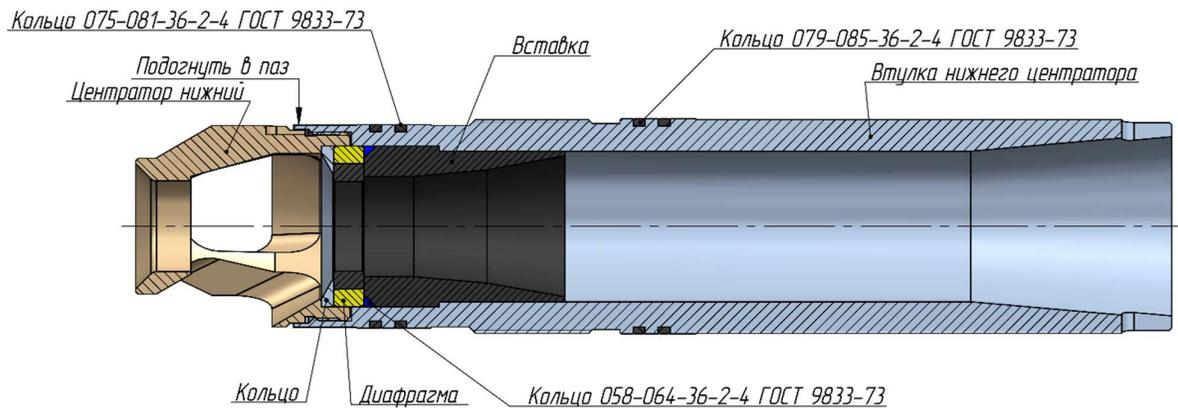

Рисунок 10.3.4
- установить нижний центратор (рисунок 10.3.4);